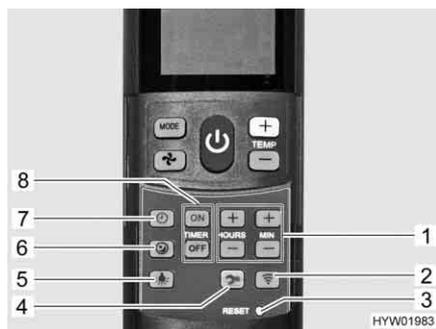

Fig. 139 Telecomando con tasti di impostazione (impianto di climatizzazione)
- Premere il tasto funzionamento silenzioso (Fig. 139,6). Durante il raffreddamento la ventola funzionerà ad un numero di giri inferiore, pertanto risulterà meno rumorosa.
- Premere il tasto ora (Fig. 139,7).
- Impostare le ore e i minuti con i tasti (Fig. 139,1).
- Premere il tasto "ON" (Fig. 139,8).
- Premere i tasti per l'impostazione degli orari (Fig. 139,1) fino a che non è stato raggiunto l'intervallo orario desiderato per l'accensione.
- Premere il tasto "OFF" (Fig. 139,8).
- Premere i tasti per l'impostazione degli orari (Fig. 139,1) fino a che non è stato raggiunto l'intervallo orario desiderato per lo spegnimento.
- Premere di nuovo il tasto "ON" o il tasto "OFF" (Fig. 139,8).
- Accensione illuminazione:* ■ Premere il tasto luce (Fig. 139,5). La luce viene accesa all'ultimo livello di regolazione impostato.
- Regolazione illuminazione:* ■ Premere e tenere premuto il tasto luce (Fig. 139,5), finché non si raggiunge la luminosità desiderata.
- Spegnimento illuminazione:* ■ Premere il tasto luce (Fig. 139,5).
-  ▷ Il tasto Setup (Fig. 139,4) permette di collegare il telecomando all'impianto di climatizzazione al omento della prima messa in funzione.